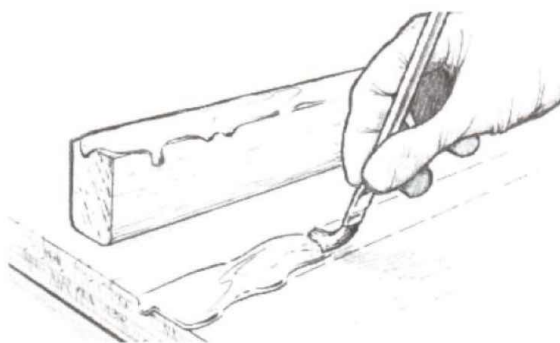

Рисунок 8-8 Грунтуйте склеиваемые поверхности эпоксидной смолой для максимального её проникновения и недопущения обеднённых швов.
1. Грунтовка склеиваемых поверхностей - нанесите эпоксидную смолу (без наполнителя) на склеиваемые поверхности (рисунок 8-8). Смола может быть нанесена на небольшие поверхности кисточкой, либо поролоновым валиком, если площадь больше. Большая горизонтальная поверхность может быть также обработана равномерным распределением смолы с помощью пластикового шпателя. Приступайте ко второму этапу немедленно, или в любой другой момент, когда смола высохнет на отлип.